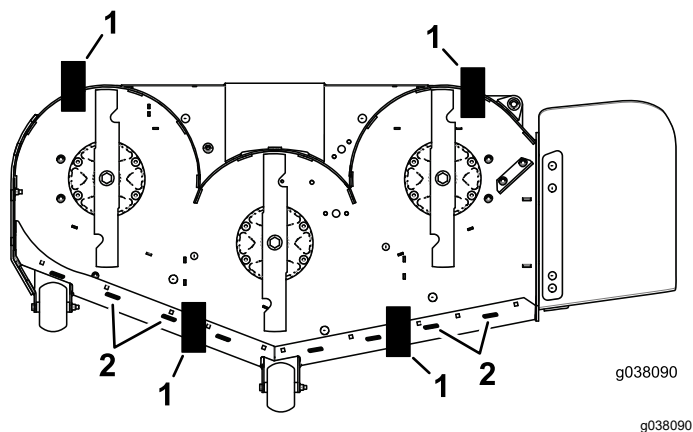

Figura 86
11. Coloque 2 bloques (ver *Altura de bloque y soporte*) debajo del borde trasero del faldón de la carcasa de corte, uno en cada lado de la carcasa de corte (Figura 86).